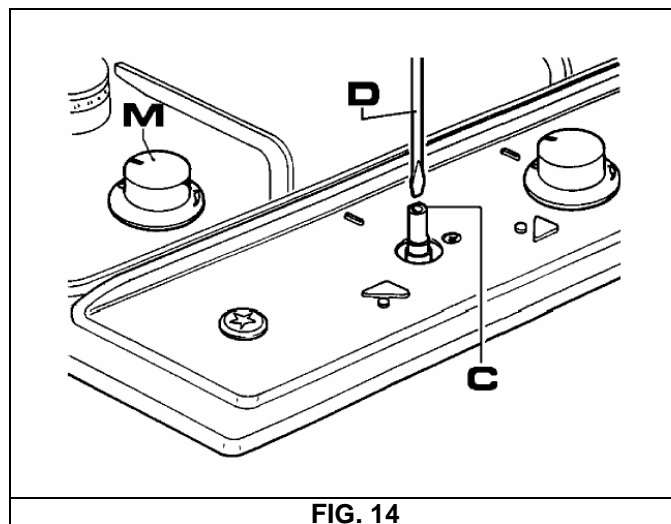

FIG. 14
- Quitar el mando "M" (fig. 14) del grifo que está fijado a presión en la varilla del mismo.
- Introducir un destornillador pequeño "D" en el agujero "C" (fig. 14) y girar a la derecha o a la izquierda el tornillo de regulación hasta que la llama del quemador quede regulada convenientemente al "Mínimo".
Para sustituir los componentes que están en el interior del aparato, es necesario quitar las parrillas y los cuerpos de los quemadores por la parte superior de la encimera. Seguidamente, quitar los tornillos "V" de fijación de los quemadores (fig. 14) y los mandos fijados a presión, para poder sacar la encimera.